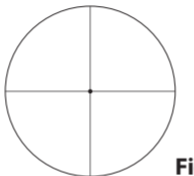

Fig. 3-2
- 1 Olhe através da ocular com o olho afastado cerca de 10 cm (4 pol.) para ver o retículo BDC avançado (Fig. 3-1) ou o Retículo Crosshair Fino com Ponto (Fig. 3-2). Certifique-se de que o olho está posicionado no alinhamento correto e com um alívio de olho (distância entre o olho e a ocular) adequado, caso contrário, a visualização “escurece”.